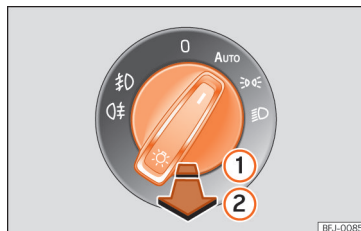

Abb. 104 Instrumententafel: Bedienelement Licht
- **Nebelscheinwerfer einschalten** $\mathcal{D}$: Ziehen Sie den Lichtschalter bis zur ersten Raste heraus $\ggg$ (Abb. 104) ①.
- **Nebelschlusslicht einschalten** $\mathcal{Q}$: Ziehen Sie den Lichtschalter ganz heraus ②.